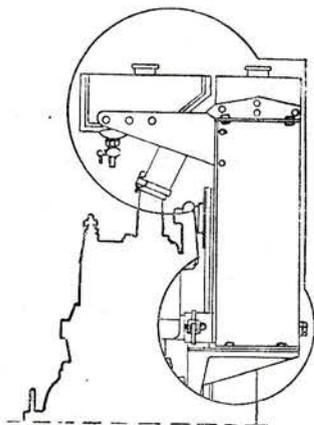

Рис. 14
13. Промыть бензобак с радиатором и поставить на кронштейн (рис. 14). Между нижним бачком радиатора и кронштейном проложить резиновые прокладки. Ключами 14 мм навернуть на четыре болтика гайки крепления радиатора.